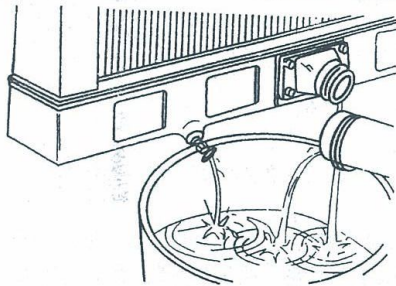
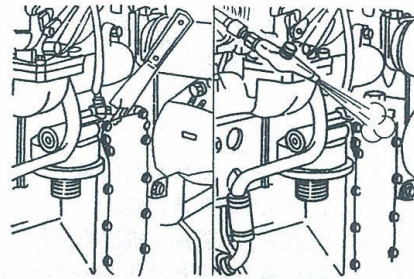

图 1-359 放净冷却液
图 1-360 清洁机油冷却器周围区域
2) 冷却液温度下降到 50℃ 以下时再放净冷却液, 见图 1-359; 清洁机油冷却器周围的区域, 见图 1-360。